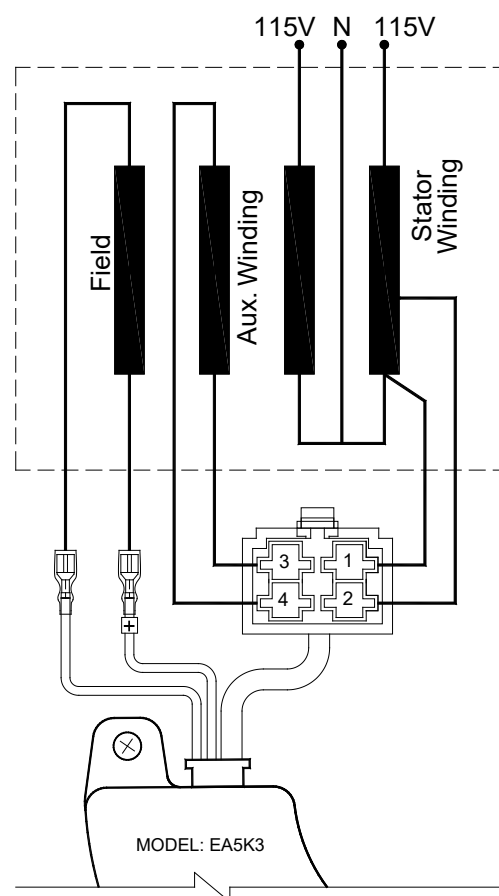

図 1 結線およびコネクタ
3.1 図 1 に示すように、4P コネクタの対応ピン番号は 1、2、3、4 です。